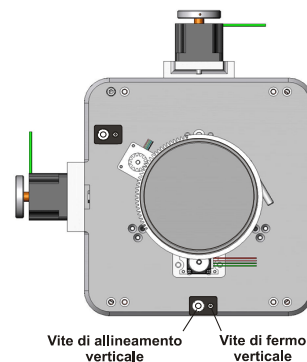

Figura 2-39 Allineamento verticale
1. Allentare la **vite di fermo orizzontale**. Vedere **Figura 2-39**.